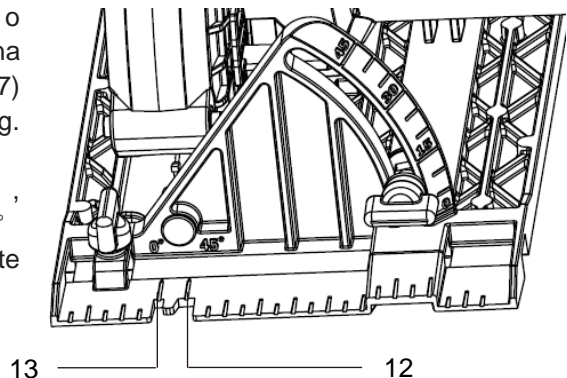

Fig. 13
3. Para cortes retos, alinhe o indicador de corte 0° (13) na parte frontal da placa base (7) com a sua linha de corte (Fig. 13).
4. Para cortes em bisel de 45° , alinhe o indicador de corte 45° (12) com a sua linha de corte (Fig. 13).